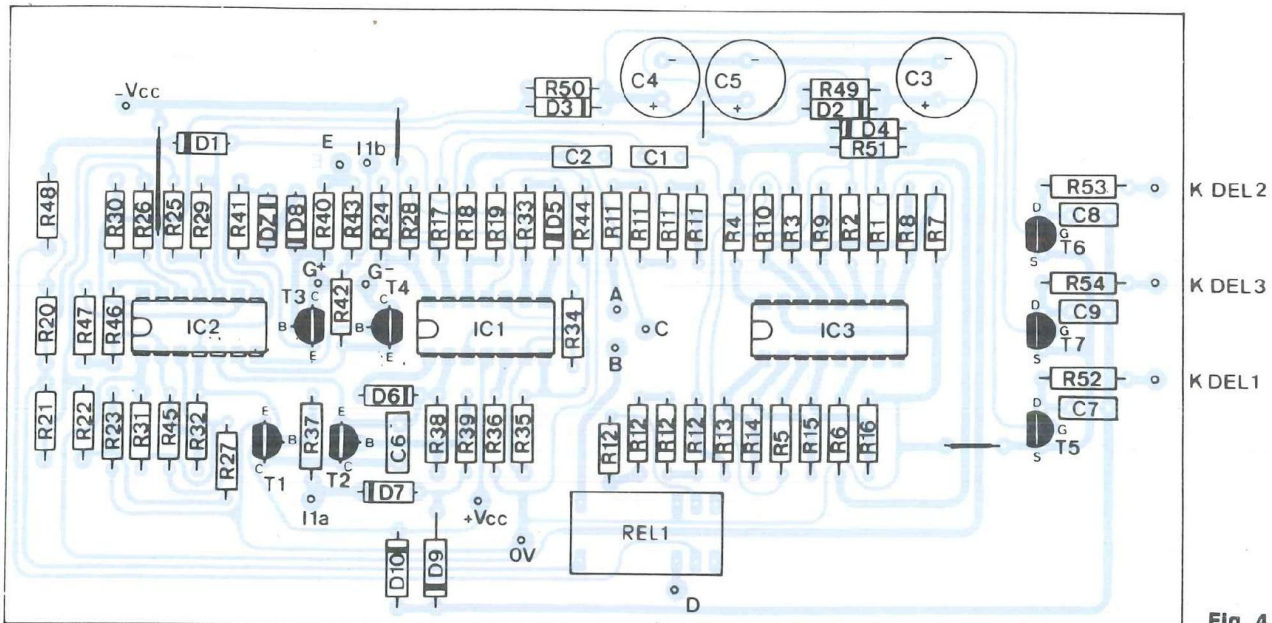
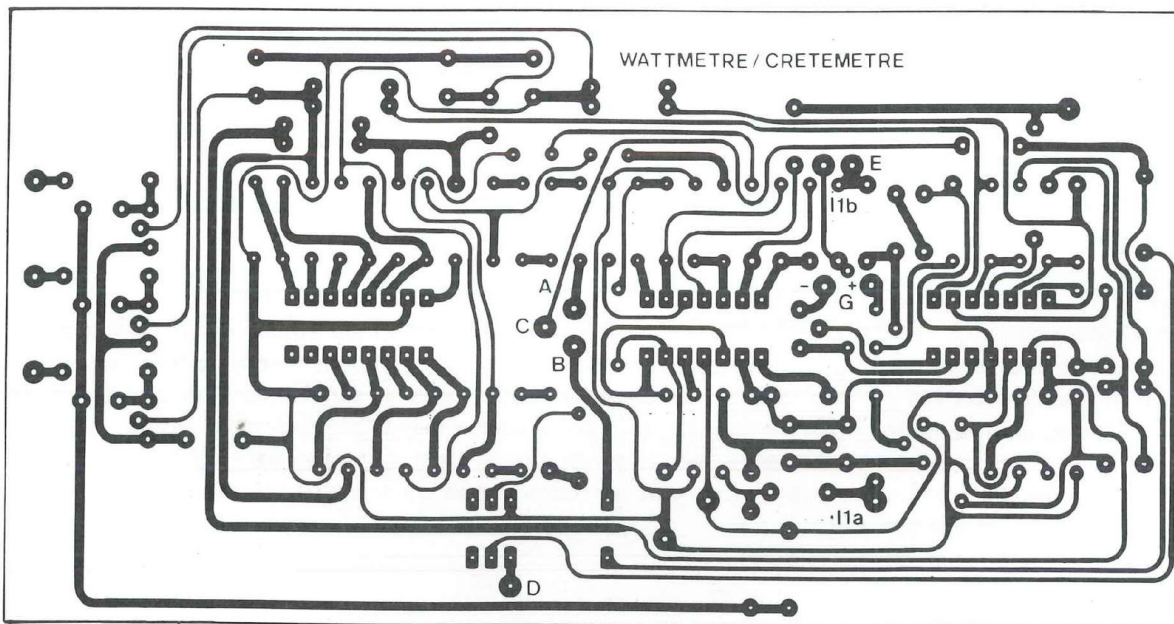

Fig. 4
Fig. 3
De type simple face, ce dernier publié à l'échelle 1 fait l'objet de la figure 3 afin que son «clônage» soit possible. Mis à part les pastilles qui reçoivent les picots ronds à souder et qui doivent être percées à 1,25 mm, le reste se fera au foret de 0,8 mm, le 3 mm étant réservé aux trous de fixation. Pour le câblage, on commence par souder les plus petits éléments telles les diodes 1N4148, la zener de 2V1. On continue ensuite avec les éléments résistifs, les circuits intégrés, les condensateurs non polarisés, les transistors, le relais, et enfin les trois capacités chimiques de 330 µF / 16 V. Bien entendu, il est nécessaire de se reporter au plan de câblage, donné à la figure 4, ainsi qu'à la nomenclature des composants. Une fois ce travail terminé, nous pouvons passer aux raccordements électriques du circuit avec le reste du MONSTRE.
Pour l'alimentation, on se sert de celle précédemment réalisée pour le circuit multi-protections (voir Led n°141, page 26, figure n°20). Pour le câblage aux sorties HP, on procède comme suit : le point repéré (A) sur la figure 4 doit être relié à